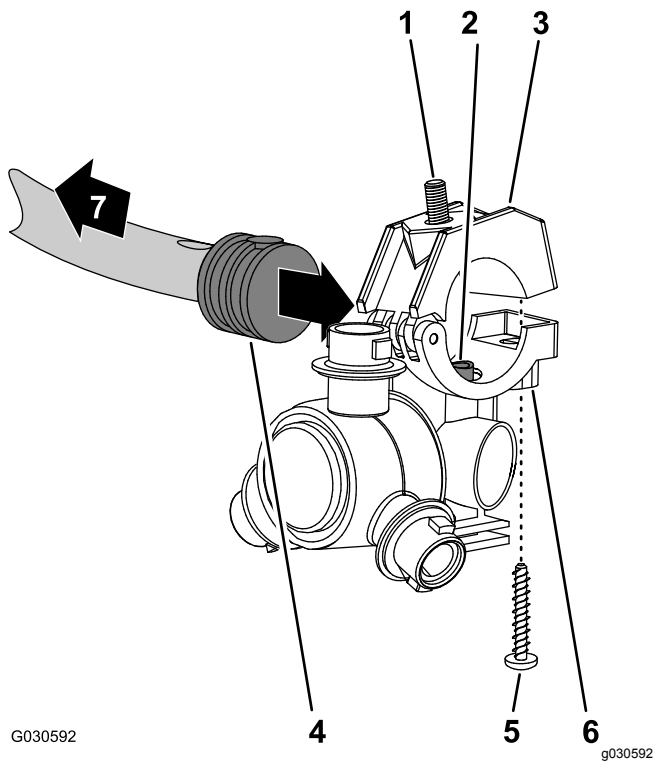
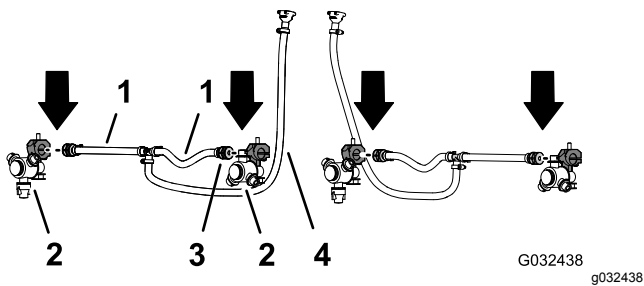

图57
图58
2. 使用 GeoLink 喷洒系统完成套件中的 2 个喷嘴拆下将夹具上半部分固定至鞍座的不锈钢螺丝图57。
3. 在中间喷洒段软管子总成喷洒阀 5 或 6 图57 和 图58 中 25cm 软管的一端找到单宝塔软管柄一侧的孔。
4. 将喷嘴鞍座中的转接管 图57 与单宝塔软管柄 1/2 英寸一侧中的孔对齐。
5. 闭合夹具上半部分将宝塔软管柄夹在其中然后使用不锈钢螺丝#12 x 1 1/4 英寸将夹具上半部分与喷嘴主体 图57 固定到一起上紧不锈钢螺丝扭矩至 14~18N·m。
6. 使用在 拆卸喷嘴 (页码 21) 的步骤 1 和 2 中卸下的喷嘴、六角头螺栓及不锈钢螺丝对另一软管25cm管端的单宝塔软管柄 图57 和 图58 重复步骤 3 至 5。
7. 使用在 拆卸喷嘴 (页码 21) 的步骤 4 中卸下的 2 个喷嘴对中间喷洒段另一软管子总成喷洒阀 5 或 6 的单宝塔软管柄重复步骤 3 至 5 图57 和 图58。